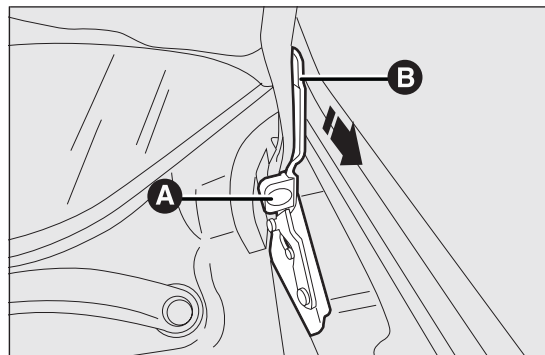

fig. 87
- sollevare il cofano con una mano e con l'altra tirare verso di sé il dispositivo A fig. 87 e successivamente abbassare la leva B;